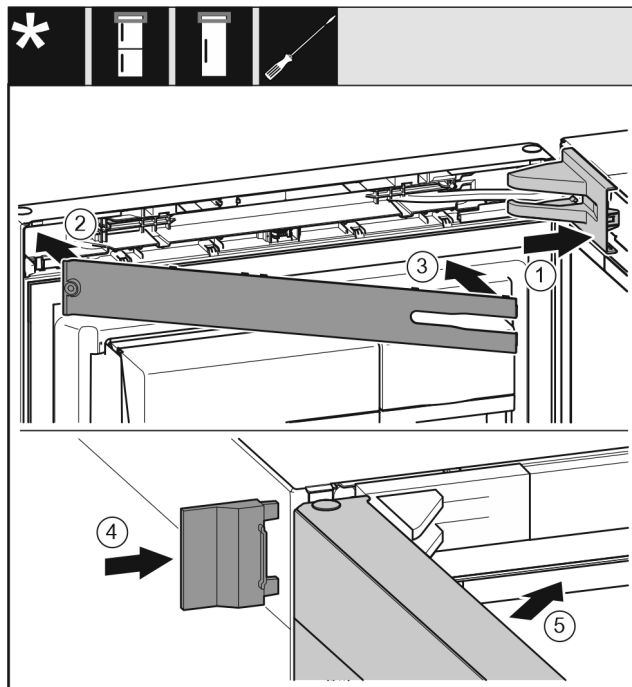

Fig. 51
- ▶ Τοποθετήστε και κουμπώστε το κάλυμμα του στηρίγματος, ενδεχ. αποσυμπιέστε το προσεκτικά. Fig. 51 (1)
- ▶ Τοποθετήστε το διακοσμητικό κάλυμμα. Fig. 51 (2)
- ▶ Κλείστε το διακοσμητικό κάλυμμα και κουμπώστε το. Fig. 51 (3)
- ▶ Ωθήστε το εξωτερικό κάλυμμα. Fig. 51 (4)
- ▶ Κλείστε την επάνω πόρτα. Fig. 51 (5)